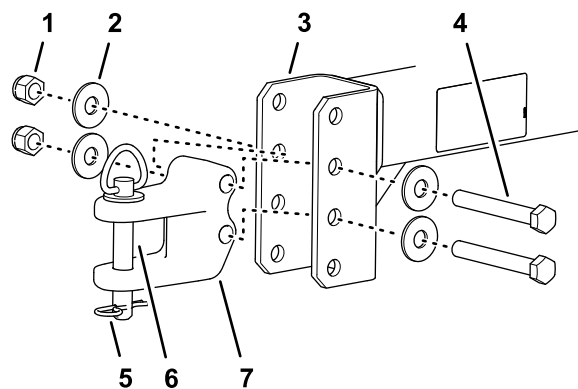

Figura 5
1. Regolate la posizione dell'uncino dell'attacco di traino sul timone, in modo tale che il timone sia a livello con la barra di traino del trattorino (Figura 5).
2. Montate l'uncino dell'attacco di traino sul timone con le 2 viti a testa cilindrica, 4 rondelle e 2 dadi di bloccaggio (Figura 5).
4. Fissate l'attacco di traino alla barra di traino con il relativo perno e la coppiglia (Figura 5).